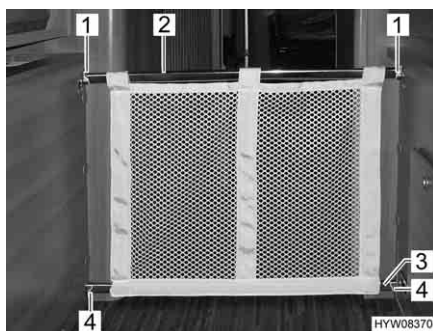

Fig. 2 Rete protettiva
- Agganciare il tubo d'acciaio inferiore (Fig. 2,3) nei supporti inferiori (Fig. 2,4).
- Agganciare il tubo d'acciaio superiore (Fig. 2,2) nei supporti superiori (Fig. 2,1).
- Sganciare il tubo d'acciaio superiore (Fig. 2,2) dai supporti superiori (Fig. 2,1).
- Sganciare il tubo d'acciaio inferiore (Fig. 2,3) dai supporti inferiori (Fig. 2,4).